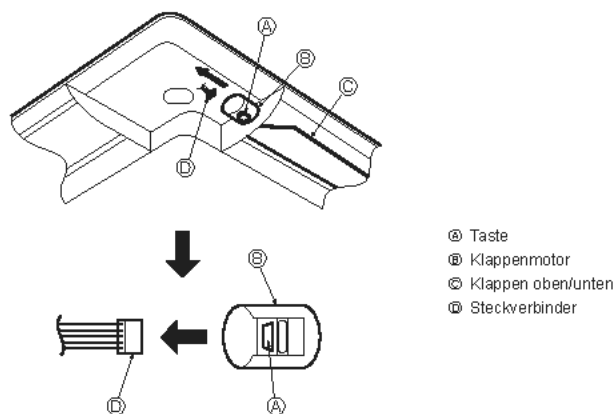

Fig. 10-16
10.4. Verriegelung der Richtung des Luftstroms nach oben/nach unten (Fig. 10-16)